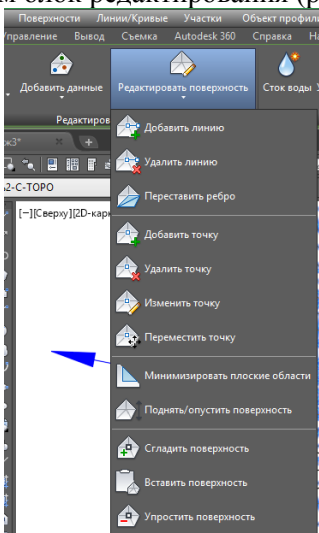

Рис. 24. Блок «Редактирование поверхности»
1. Выделить поверхность в рабочем поле чертежа, при этом в ленте станет активным блок редактирования (рис. 24).